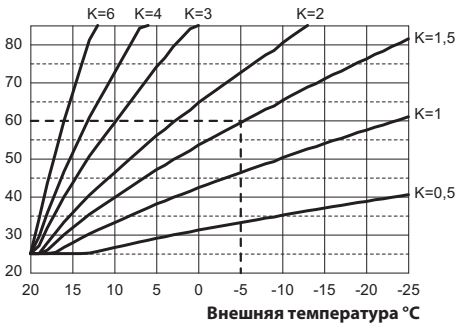

Рисунок 5.27
Если к котлу **ПОДСОЕДИНЕН** пульт дистанционного управления (дополнительно), см. Рисунок 5.27.
При установке внешнего датчика, необходимо установить данный параметр в зависимости от производительности системы отопления для оптимизации температуры нагнетания (Рисунок 5.27).
Например, для обеспечения температуры нагнетания системы отопления 60 °C при внешней температуре -5 °C, необходимо установить коэффициент K на 1,5 (пунктирная линия, см. Рисунок 5.27).
• Используя кнопку 10 или 11, можно изменить значение параметра 15 с минимум **01** до максимум **60** в зависимости от выбранной кривой коэффициента K, см. Рисунок 5.27, (на дисплее показано десятичное значение коэффициентов K).